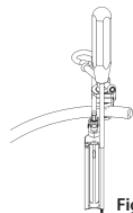

Figura 16
- Escoja los **tornillos ATP** (UL-0360 hasta UL-0378) basado en la longitud de la hoja, utilice **destornillador lateral** (como ML-0055) para atornillar en el cuerpo vertebral. El tornillo debe entrar en una cánula en la **hoja ATP canulada**. (Figura 16)